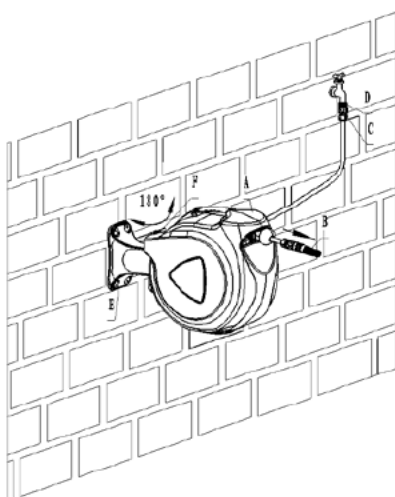

Bild 8
6. Här är slangvinda monterad och kan vridas i 180°. *(Bild 8)*